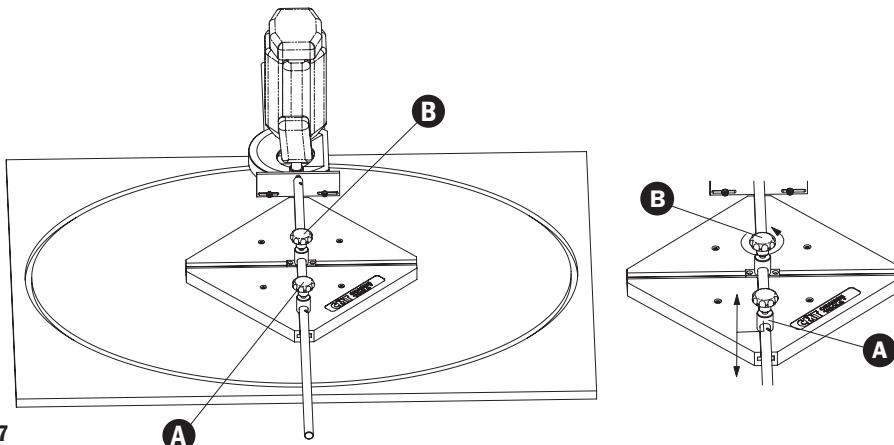

Fig. 7
**(Fig. 7)** Tourner la défonceuse de 90°. La structure en plastique (1) n'est pas tournée, la coulisse entière (B) se trouve au centre de la structure. Déterminer la longueur du demi-axe mineur souhaité en déplaçant la rallonge (4) et (5) dans le pivot de la coulisse (B); la coulisse entière est encore serrée (A). Une fois que le demi-axe mineur est déterminé, serrer le volant à lobes (7) de la coulisse entière (B).